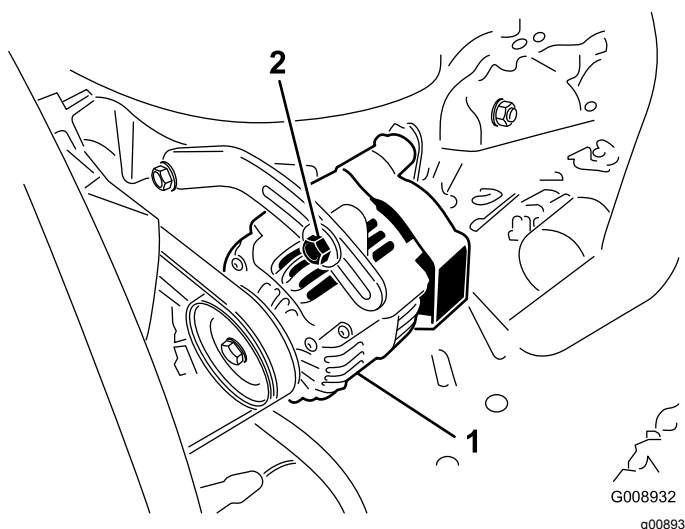

Рисунок 79
2. Если прогиб не равен 10 мм, ослабьте болты крепления генератора (Рисунок 79).